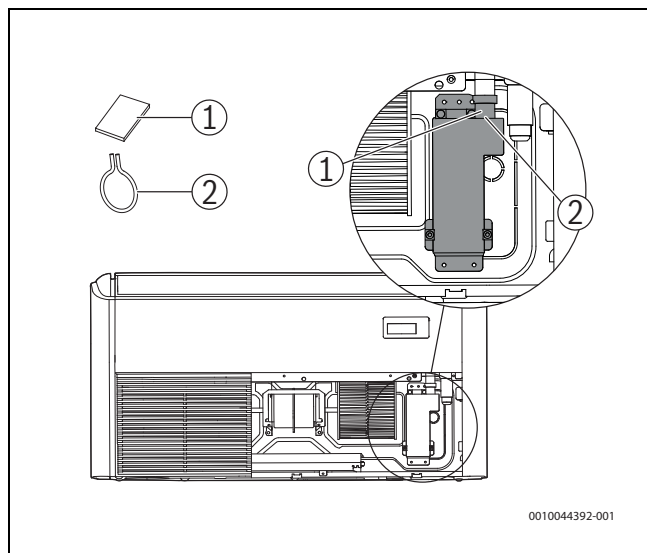

Bild 9
- ▶ Schaumstoff (→ Abb. 9 [1]) vom Austritt des Kondensatablaufs abnehmen, dann die Federbandschelle demontieren (→ Abb. 9 [2]).
- ▶ Kappen der Ventile eines Anschluss-Paares (→ Abb. 9 und 113, [1], [2] und [3]) abnehmen.